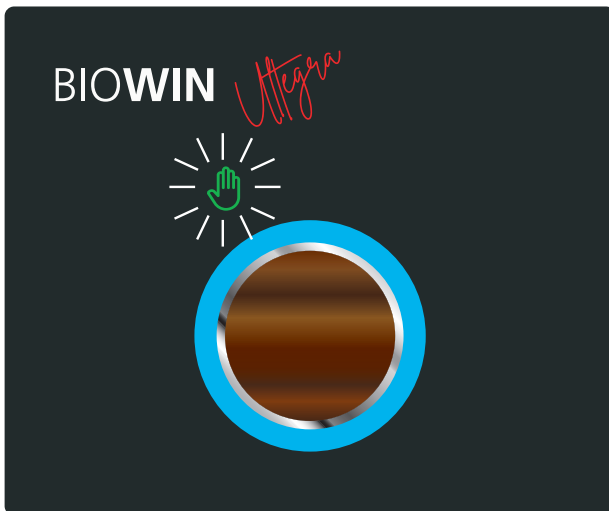
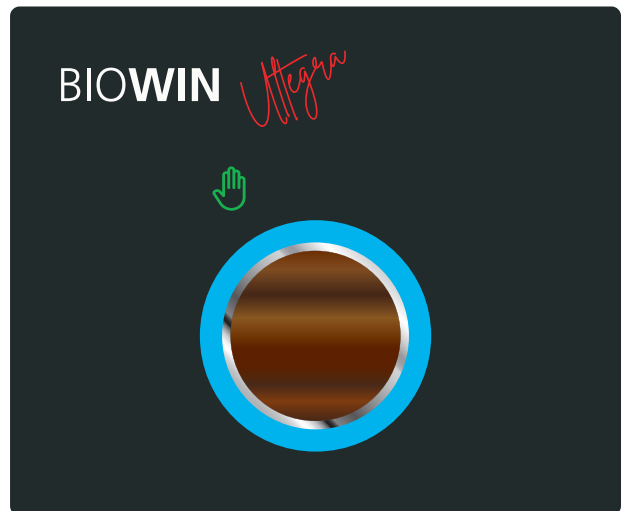

Fig. 14
Fig. 15
- Den myMagic Button auf das Symbol Handbetrieb  Drehen und kurz Drücken. Symbol  blinkt (Fig. 14) und leuchtet dann grün, der Farbring leuchtet in der aktuellen Betriebsphase – Fig. 15. Der Handbetrieb ist aktiv.